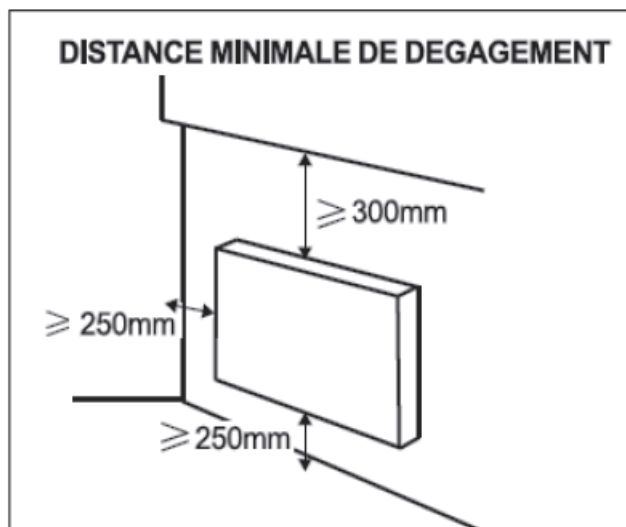

FIG 1
- Respectez les distances minimales de dégagement comme indiqué dans la Fig. 1.